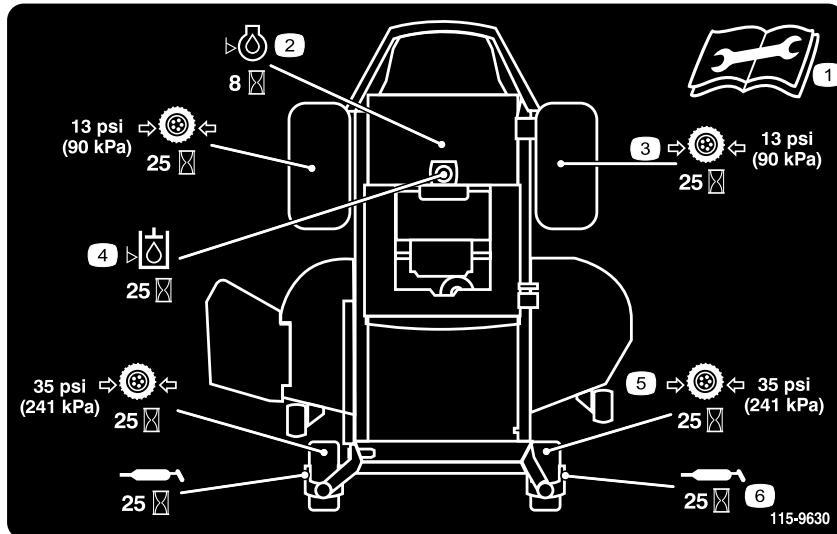
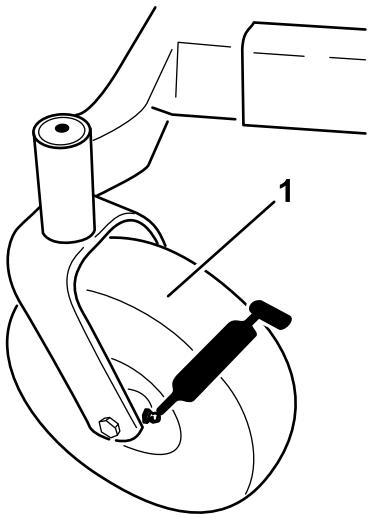

Figura 35
Figura 37
3. Pulite i raccordi d'ingrassaggio (Figura 37 e Figura 35) con un cencio, e togliete eventuali tracce di vernice davanti ai raccordi.
4. Collegate un ingassatore a pressione a ciascun ingassatore (Figura 37 e Figura 35). Pompatate del grasso nel raccordo finché non inizia a fuoriuscire dai cuscinetti.